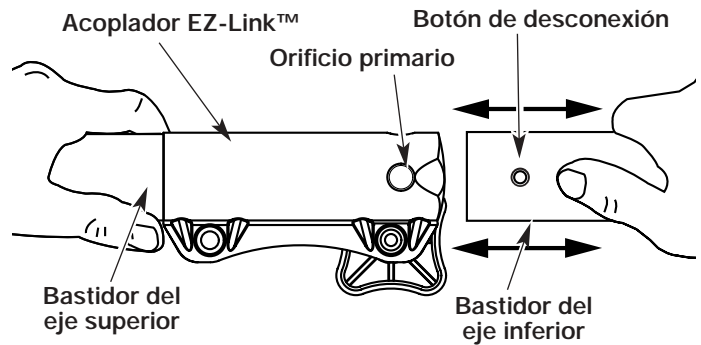

Figure 10
2. Mientras sostiene el accesorio con firmeza, empujelo en línea recta en el acoplador EZ-Link™ (Fig. 10).